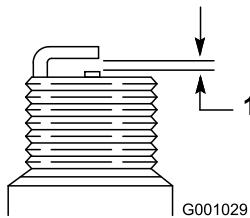

Figura 51
- Regolate la luce tra gli elettrodi della candela a 0,76 mm (Figura 51).